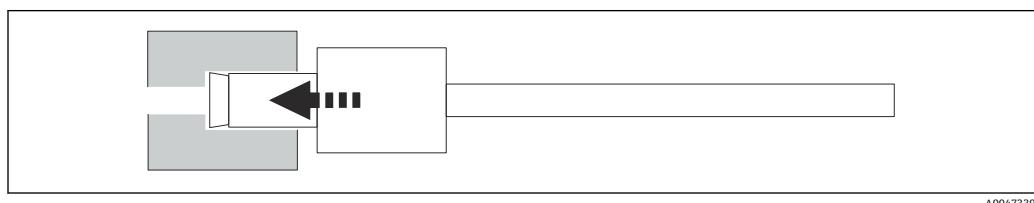

图 26 旋转拧入软管接口
3. 选择 **Continue after error** 设置 → 图 26, 启动/禁用自动启动功能。